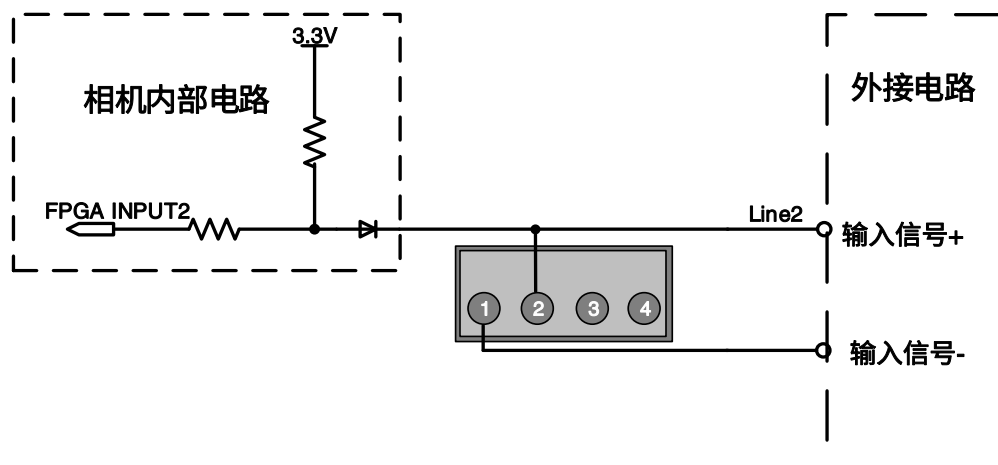

图 7-15 Line2 配置为输入引脚时相机内部等效电路
- Line2/3 配置为输入引脚时，相机内部等效电路如图 7-15 所示，以 Line2 为例